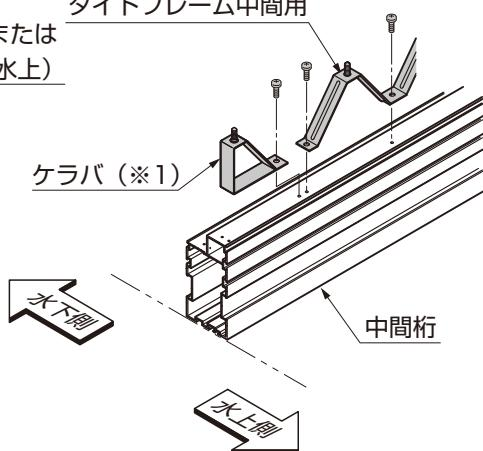

図7-6 中間桁への取付け(横延長の場合)
- 横延長の場合は、中間桁にもタイトフレームを取付けてください。(図7-6参照)